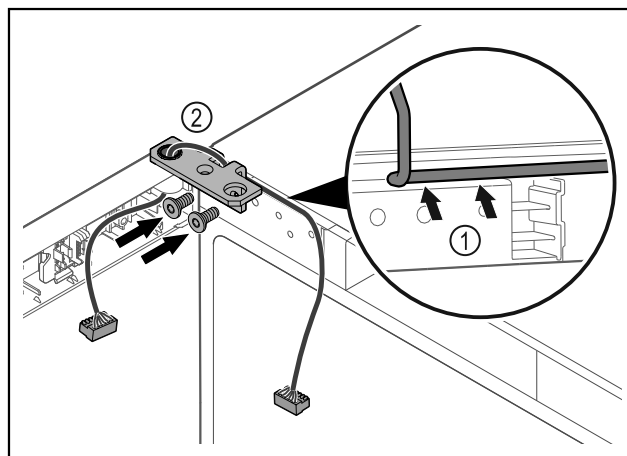

Fig. 46
- ▷ Läg kabeln genom gångjärnsfästets urtag och dra den försiktigt Fig. 46 (1).
- ▷ Skruva fast gångjärnsfästet Fig. 46 (2).